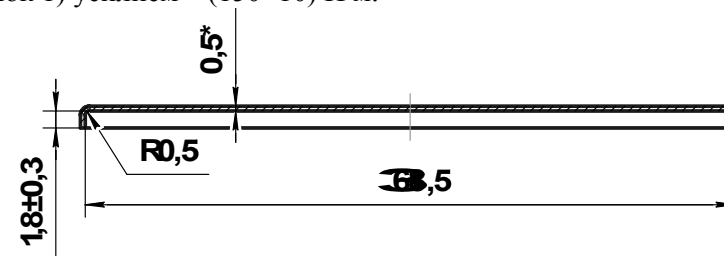
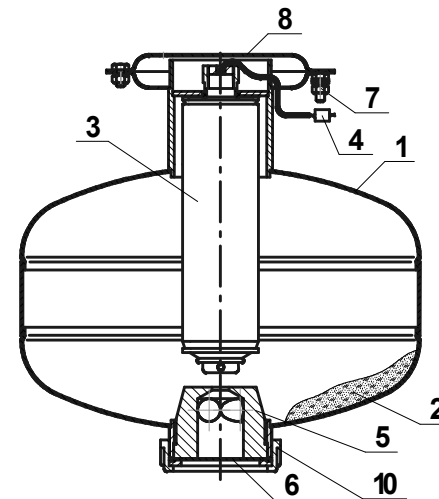
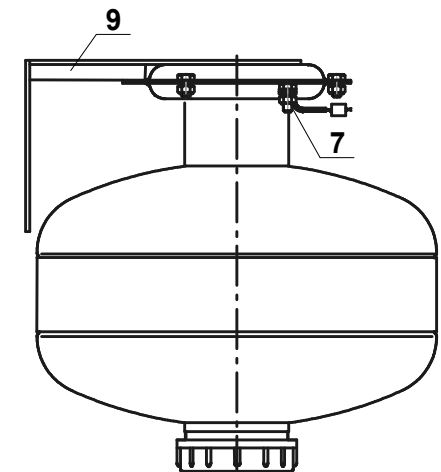

Рисунок 6
Рисунок 1
Рисунок 2
7.3 При перезарядке и сборке МПП, сработавшего на тушение возгорания, необходимо заменить ИХГ (поз. 3 рисунок 1) ИХГ-9(М)-01 СИАВ 066614.020.000-04 ТУ, заполнить корпус МПП огнетушащим порошком и установить мембрану (поз. 6 рисунок 1), изготовленную по чертежу (рисунок 6) из листа АМцН2-0,5 ГОСТ 21631-76. После установки мембраны необходимо обеспечить момент затяжки гайки (поз. 10 рисунок 1) усилием (150 ± 10) Н·м.
4.1.1 МПП (см. рисунки 1 и 2) состоит из корпуса **1**, в котором размещаются огнетушащий порошок (ОП) **2** и источник холодного газа (ИХГ) **3** с элементом электропусковым **4**. В нижней части корпуса находится насадок-распылитель **5**, выходное отверстие которого перекрыто мембраной **6**. Модуль имеет заземляющий зажим **7**. В верхней части МПП снабжён кронштейном **8** для крепления к потолочному перекрытию (рисунок 1) или кронштейном **9** для крепления к стене (рисунок 2).
6.2 Закрепить кронштейн 8 (см. рисунок 1) на потолке или кронштейн 9 (см. рисунок 2) на стене.